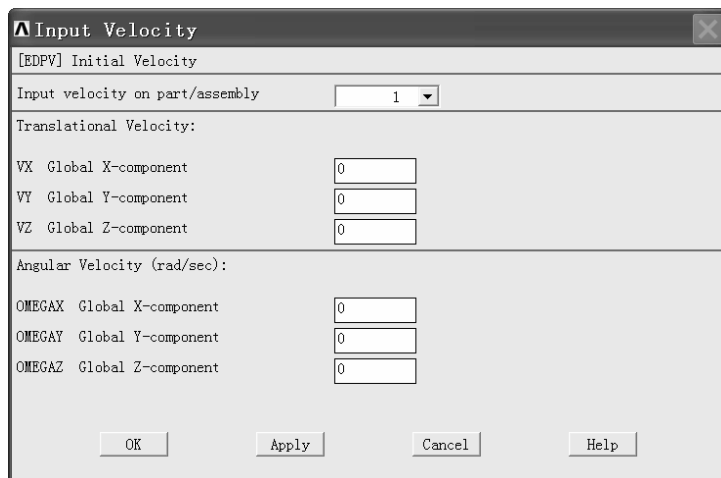

图 2-171 “Input Velocity”窗口
(1) 依次选择 Main Menu>Preprocessor>LS-DYNA Options>Initial Velocity>On Parts>w/ Nodal Rotate, 弹出“Input Velocity”窗口(见图 2-171)。